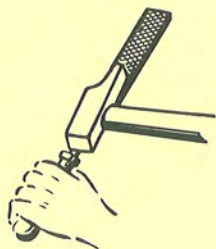

Fig. 2
- g) *per togliere il manico* sono sufficienti leggeri colpi di martello, come in fig. 2, afferrando il manico e la lima con la mano.
- i piedi come in fig. 2; «Il corpo deve sentirsi solidamente equilibrato, per poter realizzare i movimenti opportuni»;
- si impugna ben stretta come in fig. 2;